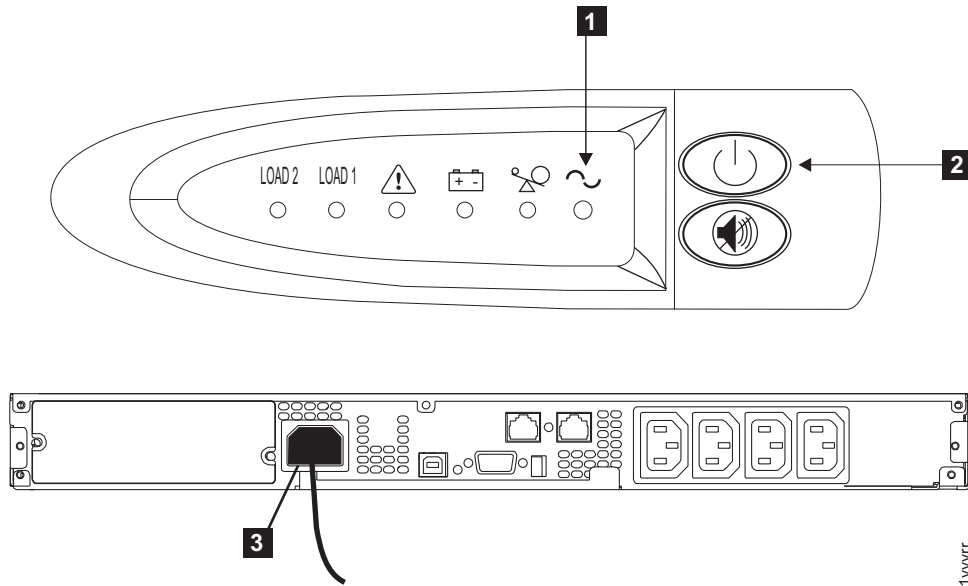

図 31. 無停電電源装置 5115 からの電源ケーブルの取り外し
2. オン/オフ・ボタン²を 2 秒間押し続けます。UPS 5115 は待機モードになり、すべてのインディケータがオフになります。UPS 5115 の正面図と背面図については、182 ページの図 31 を参照してください。